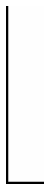

图 4-20 绘制直线段(一)
(1) 先使用 PLINE 命令绘制长度为 20 mm 和 5 mm 的直线段, 线宽设置为 0.3, 如图 4-20 所示。